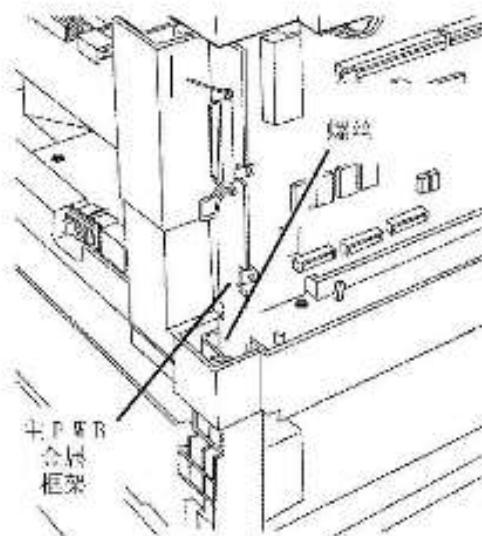

图3 主PWB金属框架螺丝
2. 检查主线路板金属框架(图3)。
- 检查螺丝是否安装在主线路板框架中(图3)。